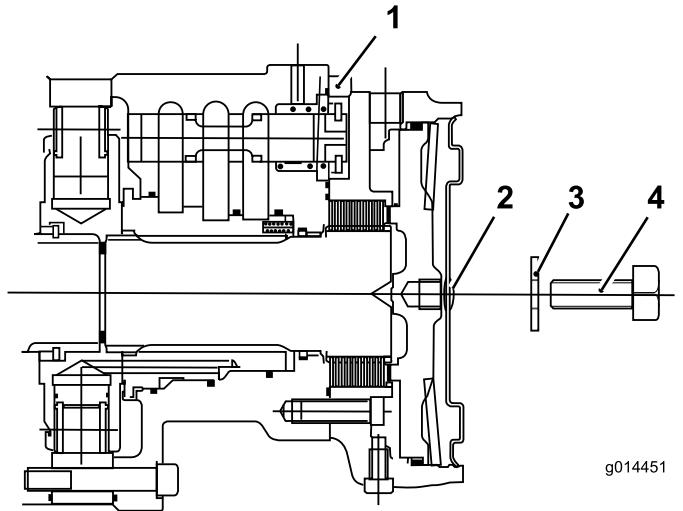

Figura 34
7. Inserite un bullone (12 x 40 mm) e una rondella (12 mm) nel foro al centro della piastra terminale del motore (Figura 34).
8. Serrate il bullone nel foro filettato del pistone del freno fino a sbloccare il freno (Figura 34).